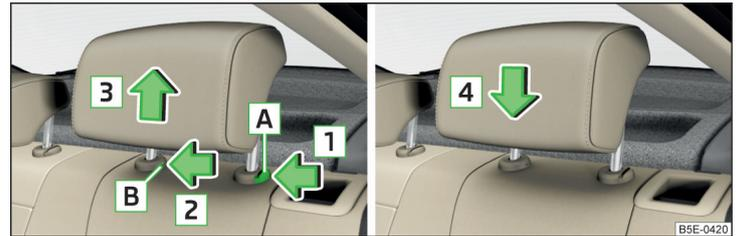

Abb. 74 Kopfstütze hinten herausnehmen/einsetzen
- Die Sicherungstaste **A** in Pfeilrichtung **1** halten, gleichzeitig mit einem Schlitzschraubendreher (mit einer Breite von max. 5 mm) die Sicherungstaste in der Öffnung **B** in Pfeilrichtung **2** drücken und die Stütze in Pfeilrichtung **3** herausnehmen » Abb. 74.